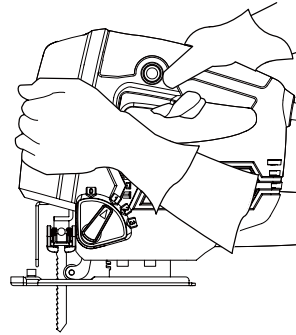

Fig. 13
- > Sostenga el producto con una mano en la empuñadura (4) y la otra mano en la superficie de agarre (19). Nunca intente hacer funcionar el producto con una sola mano. Mantenga sus manos alejadas de la parte inferior de la pieza de trabajo (Fig. 13).
- > Coloque la placa base (11) plana sobre la pieza de trabajo y desplace el producto hacia delante a velocidad uniforme.